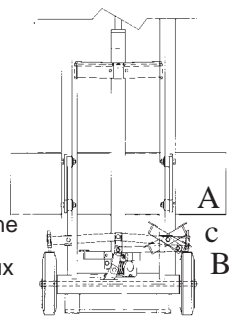

Figure 1
***REMARQUE :** Du ruban adhésif a été placé sur le reniflard du vérin hydraulique pour empêcher toute fuite en cours de transport. Ce ruban doit être enlevé avant la mise en service. Voir le schéma de la page 4 pour l'emplacement du reniflard. Pour vous servir du dispositif de déblocage des roues du Peda-Lift (Figure 1), faites passer la manette de la position A à la position B. Les patins (C) appuient sur la bande de roulement des roues, ce qui empêche celles-ci de tourner. Lorsque les roues s'usent,